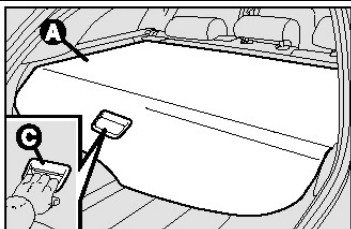

рис.17
Шторку багажника **A** – **рис. 17** можно свернуть и снять.
**ПРЕДУПРЕЖДЕНИЕ.** Сворачивая шторку, придерживайте ее за ручку **C** – **рис.17**.